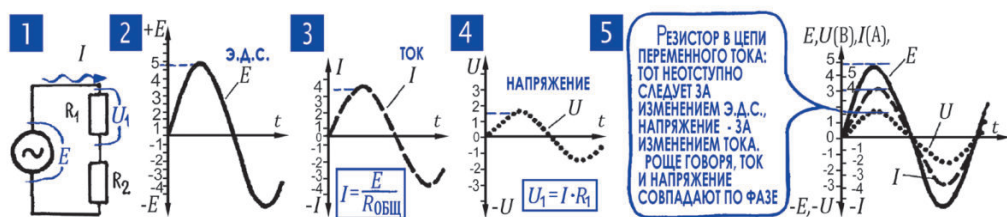

Рис. 6.5. Графики переменной ЭДС, напряжения и тока в электрической цепи
4. Под действием переменной ЭДС в цепи идет переменный ток, а на участках цепи действуют переменные напряжения. Все, что происходит в электрической цепи, подчиняется закону Ома, и если увеличивается или уменьшается ЭДС, то увеличивается или уменьшается ток, если меняется полярность генератора, то меняется направление тока (рис. 6.5; 3). И также в полном соответствии с законом Ома (но уже для участка цепи) переменный ток, проходя по какому-нибудь резистору, создает на нем переменное напряжение (рис. 6.5; 4).
Переменный ток и переменное напряжение по пятам следуют за всеми изменениями ЭДС, и поэтому график переменного тока и график переменного напряжения будут точной копией графика переменной ЭДС. Очень часто кривую тока и кривую ЭДС или напряжения располагают вообще на одном графике (рис. 6.5; 5), сделав для этого две разметки вертикальной оси – одну разметку в вольтах для ЭДС или напряжения, другую разметку в амперах для тока. Рассматривая такой двойной график, нужно помнить, что это всего лишь экономия бумаги, и ничего больше. Ни в коем случае нельзя сравнивать высоту этих кривых – они рассказывают о разных величинах, каждая начерчена в своем масштабе, и общая у них только ось времени.
События на участке с активным сопротивлением бесспорно подчиняются закону Ома в том виде, в каком он был установлен для постоянного тока (гл. 4; 1, 7). Амплитуда тока, например, равна амплитуде ЭДС, деленной на сопротивление; эффективное напряжение равно эффективному току, умноженному на сопротивление (рис. 6.7), и т. д. Поэтому и максимум тока наблюдается точно в тот же момент, что и максимум напряжения, то есть между током и напряжением нет никакого сдвига фаз (рис. 6.5; 5).